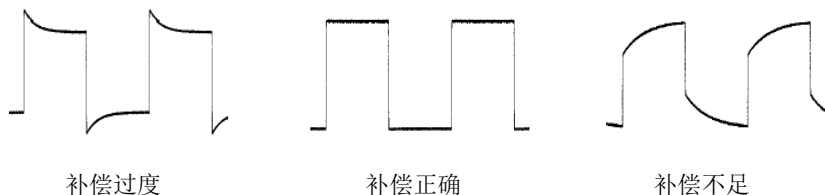

图 10 探头补偿
2. 检查所显示的波形形状并与图 10 所得波形进行对比。
- 使用附件中提供的探头补偿调节棒调整探头上的低频补偿调节孔，直到显示的波形如上图 10 所示的“补偿正确”。